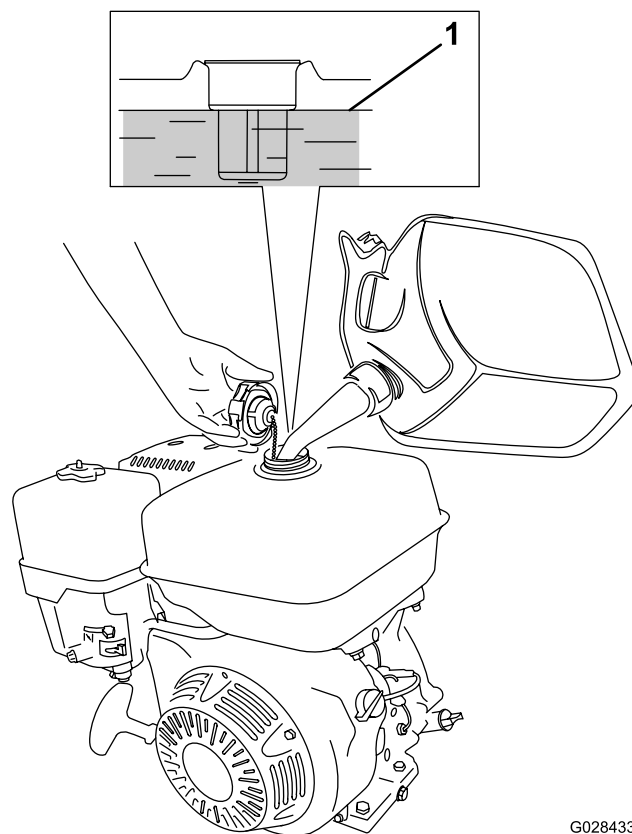

Figura 16
1. Pulite intorno al tappo del serbatoio carburante e togliete il tappo dal serbatoio (**Figura 16**).